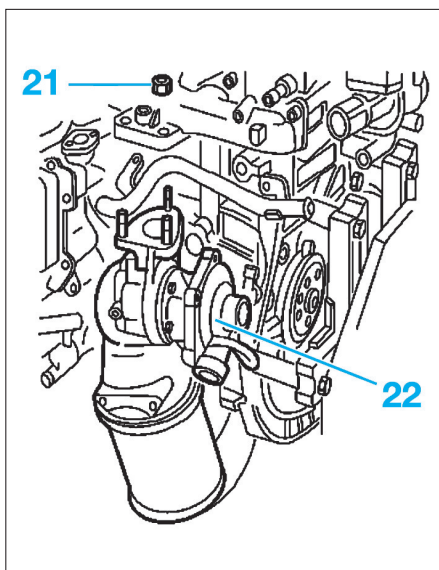

FIG. 51
- les 3 vis de fixation (21) du turbocompresseur (22) sur le collecteur d'échappement (Fig.51),
- Déposer le turbocompresseur (22).